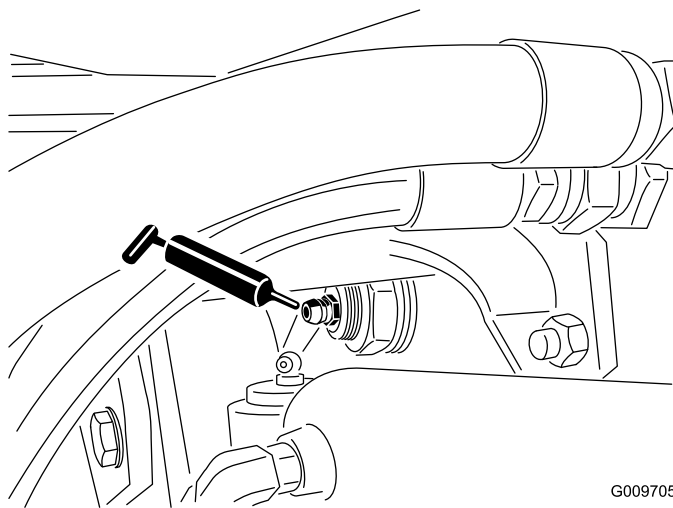

Figura 20
- Articulação do casquilho do eixo traseiro (2) (Figura 20)